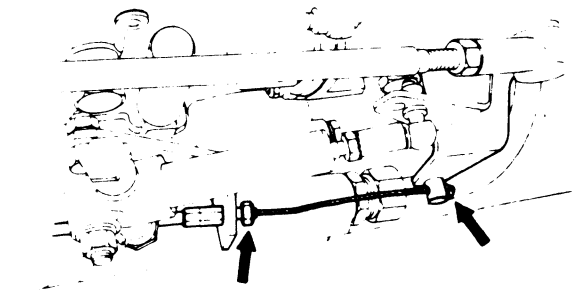

Fig. 9
- Verwijder de stopkabel aan de brandstofpomp (Fig. 9).